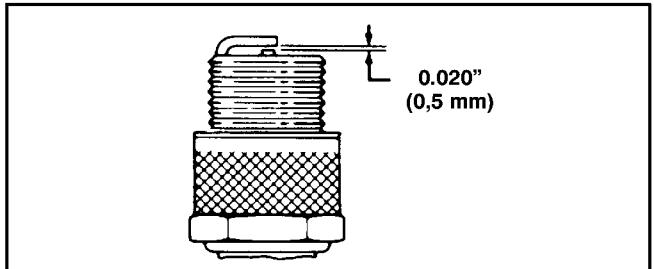

Abbildung 18
3. Den Luftspalt auf 0,5 mm (0,020") einstellen (Abb. 18). Die auf den korrekten Abstand eingestellte Zündkerze mit einer Dichtungsscheibe versehen und auf 19 N·m (14 ft-lb) anziehen.